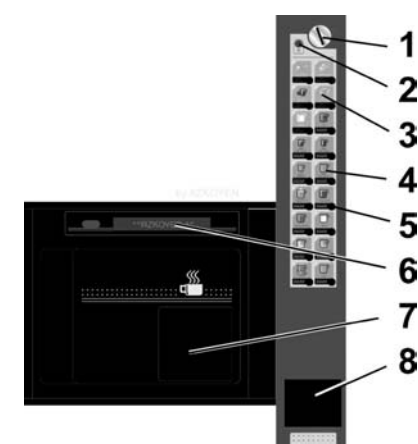

Рис. 7
После ввода стоимости приобретаемого товара (1, Рис. 7) нажмите кнопку с наименованием требуемого напитка, после чего автомат выполнит следующие операции:
В отдел выдачи покупки выпадет стаканчик (7, Рис. 7), затем автомат заполнит стаканчик выбранным напитком и выдаст палочку для размешивания (если в нем установлена такая система). Во время выполнения операции индикаторы выбранного наименования напитка и предварительного выбора будут гореть.
После окончания операции по выдаче напитка, нажмите кнопку возврата (2, Рис. 7), и, в случае необходимости, автомат вернет вам сдачу (8, Рис. 7), а на дисплее появится сообщение **\*\*\* КОНЕЦ ОПЕРАЦИИ\*\*\***
**Кнопки прямого выбора** (4, Рис. 7) позволяют осуществлять операцию при каждом нажатии кнопки и не разрешают ее отмену, т. е., если нажать кнопку "ЧЕРНЫЙ КОФЕ", автомат приготовит кофе с сахаром сразу же после нажатия кнопки.
**Кнопки предварительного выбора** (3, Рис. 7) предназначены для их совместного использования с кнопками прямого выбора, что позволяет расширить набор предлагаемого товара. Например: Если нажать **БЕЗ КОФЕИНА**, а затем **ЧЕРНЫЙ КОФЕ**, то автомат приготовит ЧЕРНЫЙ КОФЕ БЕЗ КОФЕИНА. Если по какой-либо причине, **перед тем как нажать кнопку прямого выбора**, вы захотите отменить операцию, выбранную при помощи кнопки предварительного выбора, то для этого достаточно нажать это кнопку еще раз и выбранная для этой кнопки операция будет аннулирована.